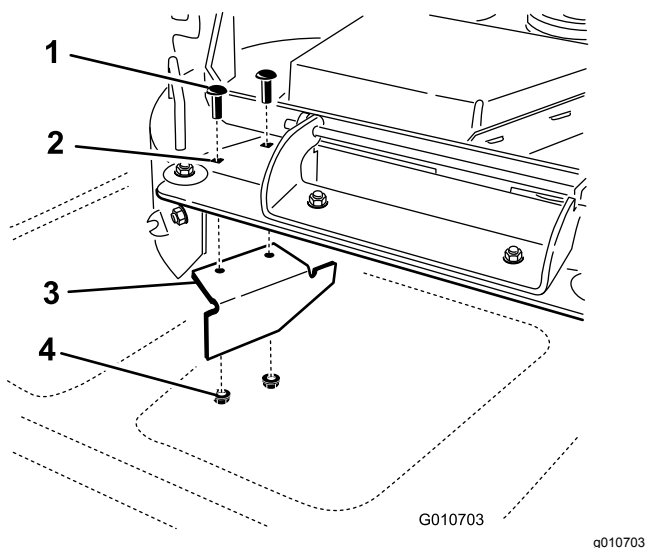

Figure 36
14. Trouvez le déflecteur incliné dans le sachet des pièces détachées. Retirez les fixations des trous arrière de la plaque d'éjection. Montez le déflecteur sur l'ouverture d'éjection latérale sur le plateau de coupe (Figure 36).